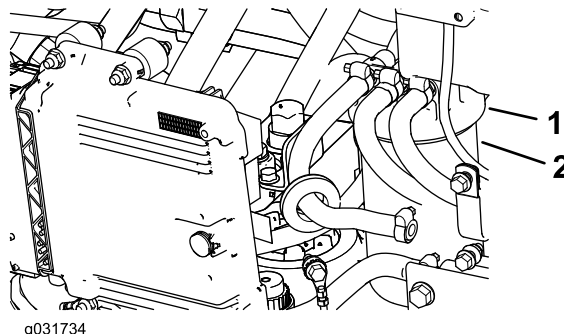

Figura 106
1. Limpe a zona em torno da cabeça do filtro de combustível (Figura 106).
2. Retire o filtro e limpe a superfície de montagem da cabeça do filtro (Figura 106).